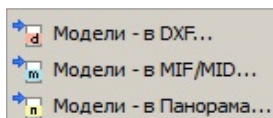

Рис. 31.17
1. В меню **Данные/ Экспорт** (рис. 31.17) выбираем соответствующую команду.